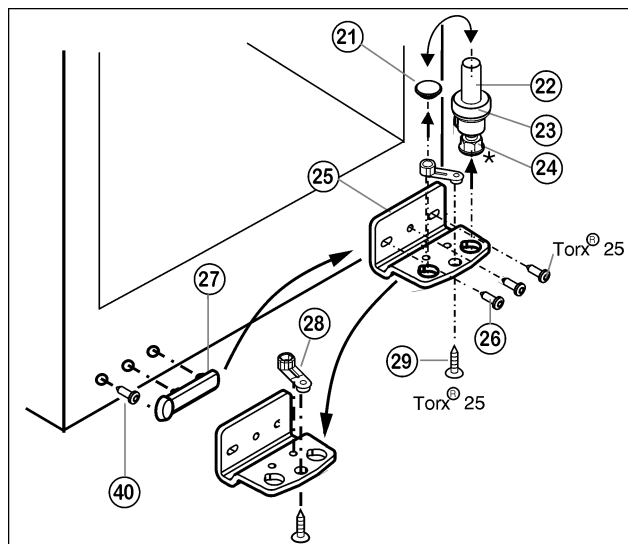

Fig. 5
- Lagerbolzen Fig. 5 (22) komplett, mit Scheibe Fig. 5 (23) und Stellfuß* Fig. 5 (24) nach oben herausziehen.
- Stopfen Fig. 5 (21) abheben.
- Lagerbock Fig. 5 (25) abschrauben Fig. 5 (26).
- Lagerteil Fig. 5 (28) abschrauben Fig. 5 (29) und in das gegenüberliegende Aufnahme Loch des Lagerbocks umsetzen, wieder festschrauben.
- Griffseitige Abdeckung Fig. 5 (27) vorsichtig abheben, Schraube Fig. 5 (40) herausdrehen und beides auf die Gegenseite umsetzen.
- Lagerbock Fig. 5 (25) auf der neuen Scharnierseite ggf. mit Hilfe eines Akkuschraubers **fest (mit 4 Nm)** wieder anschrauben.
- Stopfen Fig. 5 (21) in das andere Loch wieder einsetzen.
- Lagerbolzen Fig. 5 (22) komplett, mit Scheibe und Stellfuß*, wieder einsetzen. Dabei darauf achten, dass der Rastnocken nach hinten zeigt.
- Stopfen (33) aus der Türlagerbuchse herausheben und umsetzen.
- Türgriff (32), Stopfen (33) und Druckplatten* (34) abmontieren und auf die Gegenseite umsetzen.
- Tür von oben auf Lagerbolzen unten Fig. 5 (22) aufsetzen.
- Oberen Lagerbock (12) auf der neuen Scharnierseite in die Tür einsetzen.
- Oberen Lagerbock (12) **fest (mit 4 Nm)** anschrauben (2 mal Torx® 25) (13). Schraublöcher evtl. vorstechen oder Akkuschrauber verwenden.
- Abdeckung (10) und Abdeckung (11) jeweils auf der Gegenseite aufrasten.
- Die Tür evtl. über die beiden Langlöcher im Lagerbock unten Fig. 5 (25) fluchtend zum Gerätegehäuse ausrichten. Dazu mittlere Schraube herausdrehen.